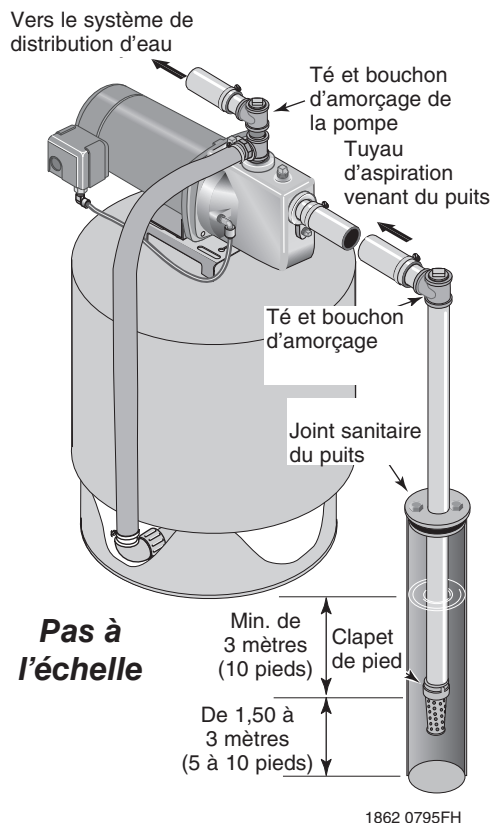

Figure 2 : Installation avec puits tubé
## INSTALLATION AVEC PUIITS TUBÉ, À TUBAGE DE 2 PO OU PLUS (FIGURE 2)
- 2° Assembler le clapet de pied, la crépine et le tuyau du puits (voir Figure 2). S'assurer que le clapet fonctionne bien.
- 4° Installer un té d'amorçage, un bouchon d'amorçage et un tuyau d'aspiration sur la pompe (voir Figure 2). Raccorder le tuyau venant du puits à l'orifice d'aspiration de la pompe, en utilisant le moins de raccords possible (surtout s'il s'agit de coudes) car les raccords augmentent les frottements dans le tuyau (cependant, incorporer un clapet de pied - voir Figure 2). Le tuyau d'aspiration de la pompe doit être d'un diamètre aussi gros que celui de l'orifice d'aspiration de la pompe. Utiliser du ruban d'étanchéité en PTFE pour filetage sur les raccords de tuyaux filetés. Fixer et consolider la canalisation de façon à éliminer tout point bas ou affaissement, à éviter toute contrainte sur le corps de la pompe et à obtenir une légère rampe vers le haut entre le puits et la pompe (tout point haut peut former une poche d'air qui peut s'opposer au passage de l'eau). Rendre étanches les joints du tuyau d'aspiration avec du ruban d'étanchéité en PTFE pour filetage. Les joints doivent être hermétiques et étanches. *Si la conduite peut aspirer de l'air, la pompe ne pourra pas pomper l'eau du puits.*